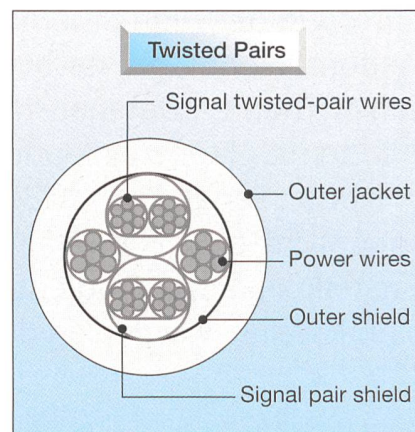

Bild 3 IEEE-1394-Kabel-Querschnitt
Das relativ dünne, sechsadrige Verbindungskabel der IEEE-1394-Schnittstelle (Bild 3) verlangt keinerlei Terminatoren, wie sie zum Beispiel bei der Ethernet- oder SCSI-Schnittstelle notwendig sind. Auch eine Vergabe von Gerätenummern (ID) oder sonstige Konfigurationen sind unnötig. Der Benutzer kann die Geräte jederzeit und bei laufendem Betrieb ein- und ausstecken. Auch lassen sich beliebige Geräte mit IEEE-1394-Anschlüssen von unterschiedlicher Geschwindigkeit (100, 200, 400 und 800 MBit/s) miteinander kombinieren. Die Topologie unterstützt die Daisy-Chain- und die Peer-to-Peer-Kommunikation. Ausserdem kann das Kabel die Geräte mit Strom versorgen (siehe Bild 3: Power Wires).